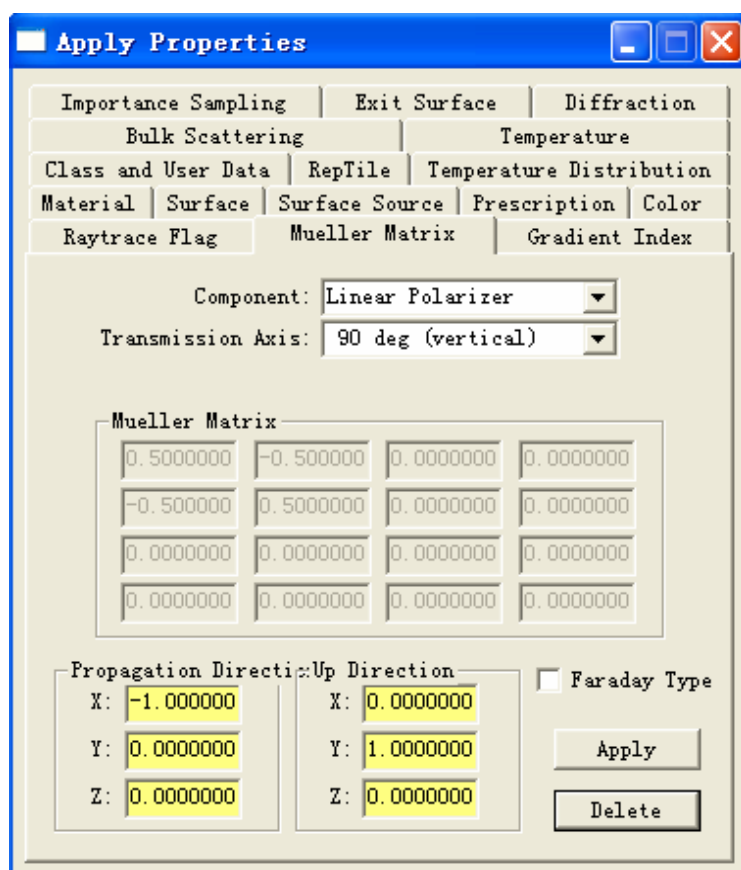

图 3.5.2
9. 选中面 0，打开属性定义对话框，选择 Mueller Matrix 属性设置栏，输入参数如图 3.5.2。